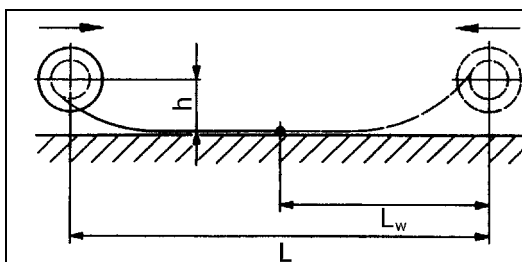
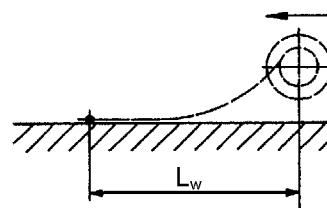

Bild 1: Mitteneinspeisung
Bild 2: Endeinspeisung
3.1 Leitungsabzug: horizontal, Trommel auf dem fahrbaren Verbraucher (vgl. Bild 1 und Bild 2)